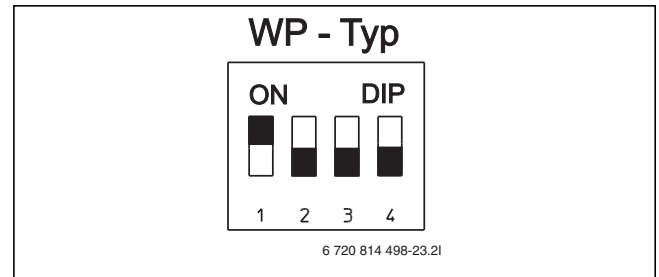

Bild 38 Werkseitige Einstellung
► Kontrollieren Sie, ob der Schiebeschalter korrekt eingestellt ist. Dieser sollte immer so eingestellt sein wie auf der Abbildung 38.